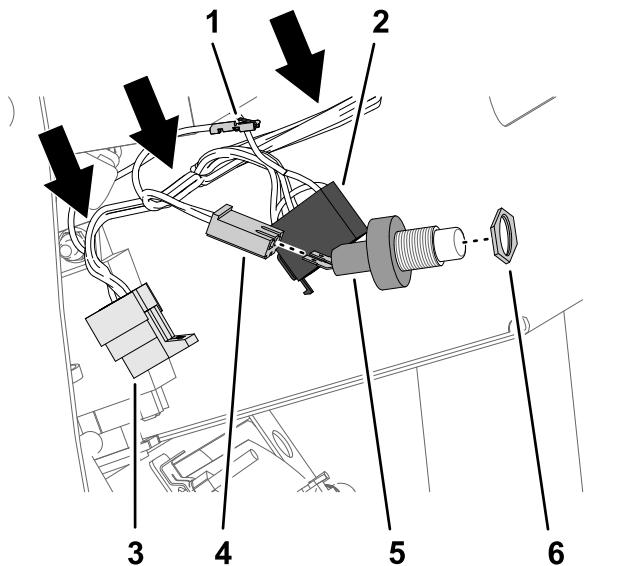

Bild 25
2. Greifen Sie auf die drei Anschlüsse am Ende des 108-cm-Zweigs des Kitkabelbaums zu (Bild 25).
3. Schrauben Sie die Klemmmutter ( $\frac{5}{8}$ ") auf das Gewinde des Hupenschalters (Bild 25).
4. Stecken Sie die zwei Lüsterterminale des Hupenschalters in den 2-Buchsen-Stecker des 108-cm-Zweigs des Kitkabelbaums (Bild 25).